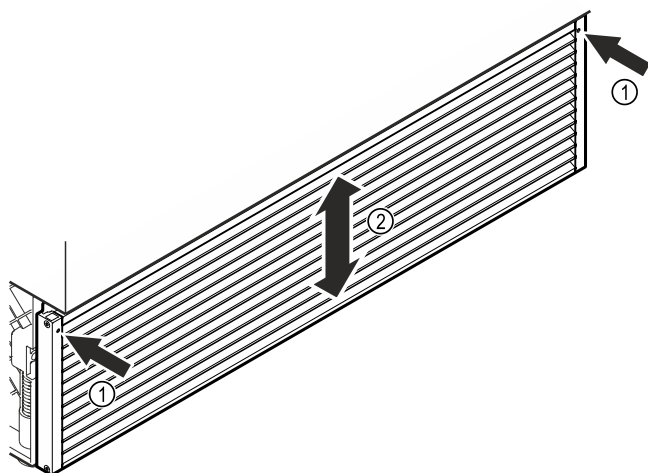

Fig. 30
- Atskrūvējiet tapskrūves ventilācijas režģa priekšpusē. Fig. 30 (1)
- Iestatiet ventilācijas režģi vajadzīgajā augstumā. Fig. 30 (2)